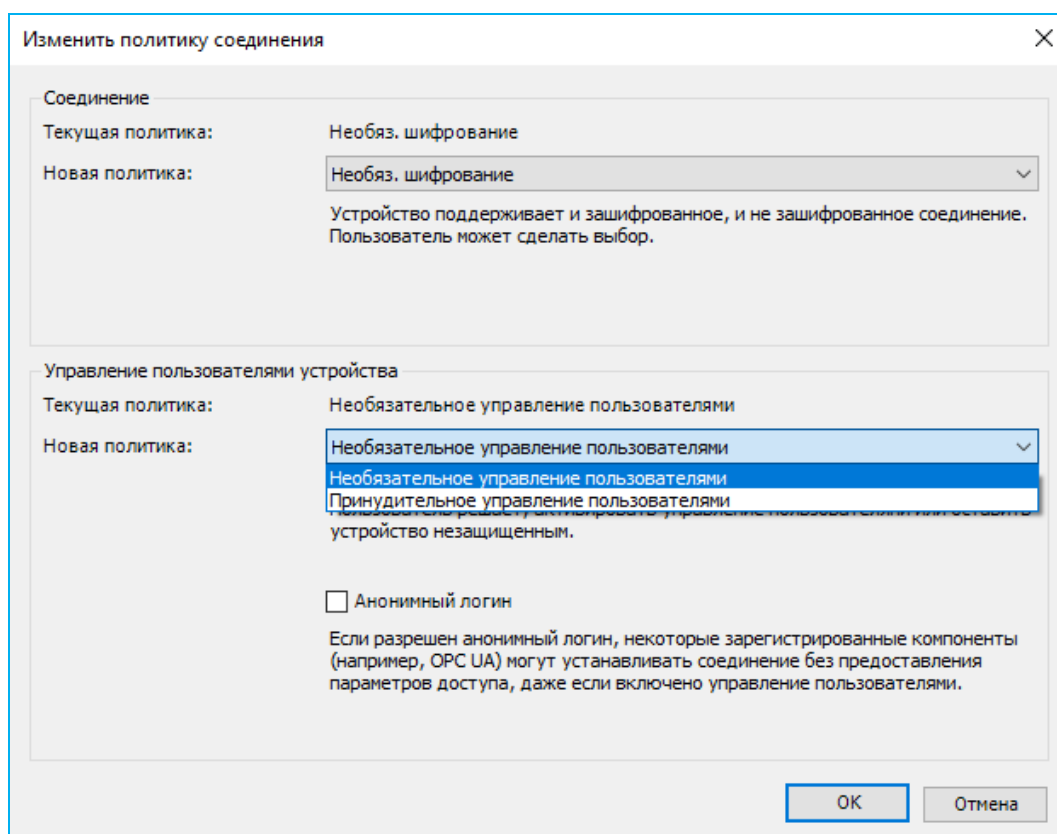

Рисунок 165 – Окно изменения политики соединения
- выберите **Устройство ▼ (Device) ⇒ Change communication policy...(Изменить политику соединения...)**. Откроется окно следующего вида (Рисунок 165):